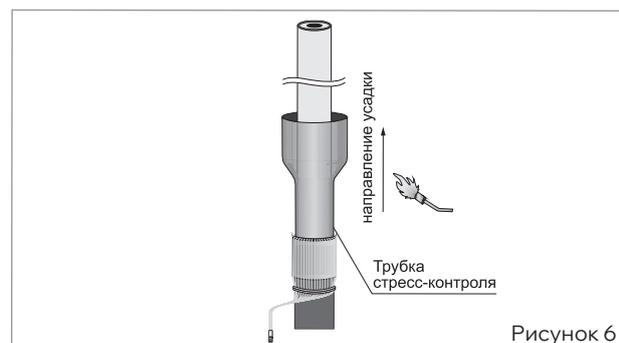

Рисунок 6
- Надеть на жилу трубку стресс-контроля до упора в отогнутые проволоки медного экрана. Усадить трубку с помощью горелки, начиная с нижнего конца трубки вверх (рис. 6).